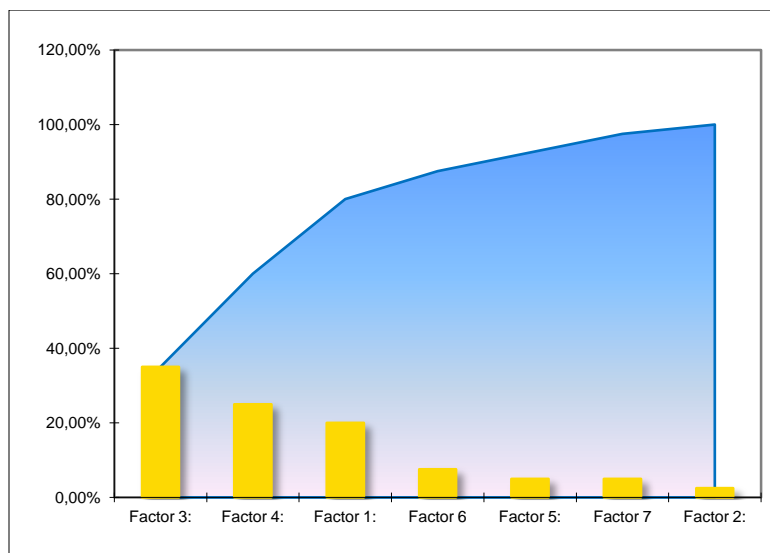

Fig. 1
Se ordonează valorile din coloana (2) în ordine descrescătoare (70, 50, 40, 15, 10, 10, 5) și se trasează diagrama de bare. Apoi se trasează graficul cumulativ al valorilor procentuale din coloana (3). (35, 60, 85, 87,5, 92,5, 97,5, 100). În Fig. 1 se observă că acolo unde graficul cumulativ suferă o schimbare bruscă este limita celor 80%. Cu alte cuvinte prin eliminarea problemelor cauzate de factorii 1, 3 și 4 se elimină 80% din totalul problemelor apărute.